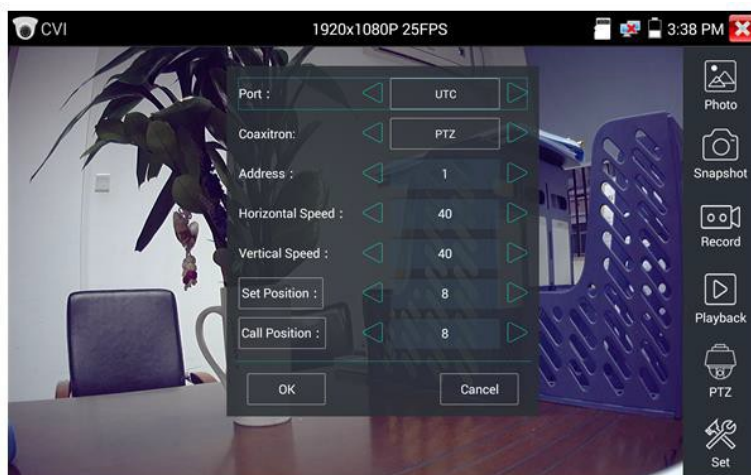

Рис. 75 Настройки для управления PTZ CVI видеокамерой по коаксиальному кабелю
- 3) В строке Coaxitron выберите соответственно PTZ (рис. 75);